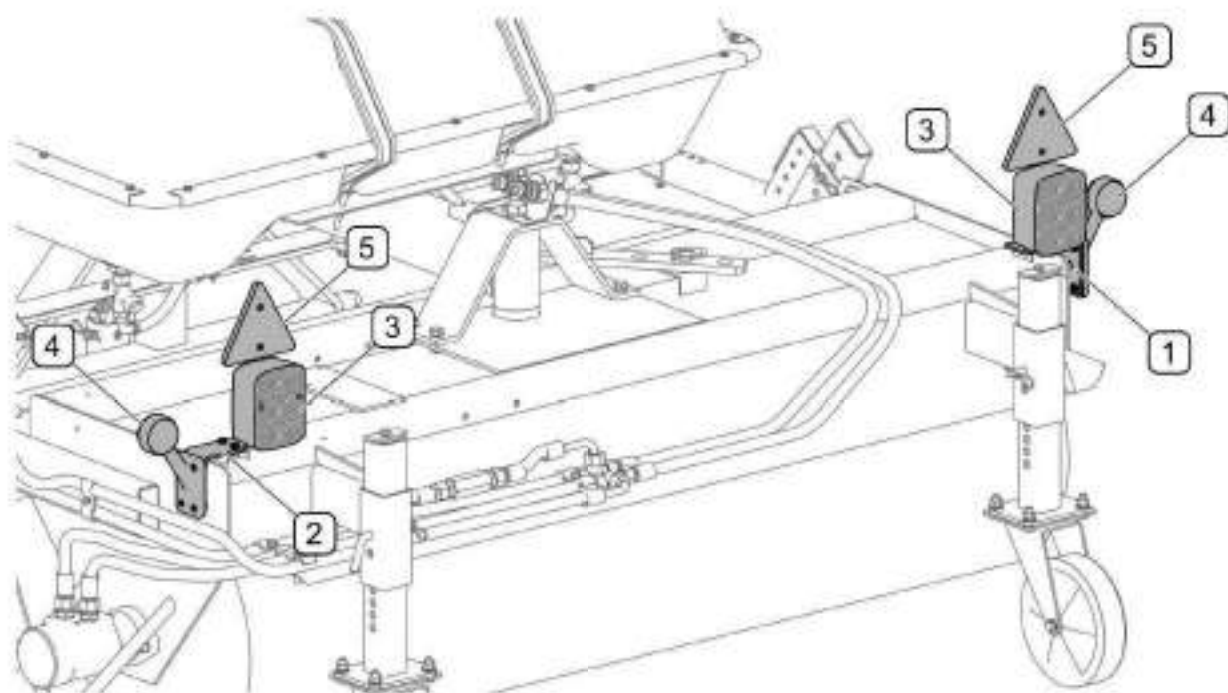

РИСУНОК 4.11А **Дополнительные элементы освещения и световой сигнализации сзади подметально-уборочной машины**
- В случае, если подметально-уборочная машина заслоняет элементы освещения и световой сигнализации трактора, то на ней необходимо установить дополнительное освещение и световую сигнализацию (РИСУНОК 4.11А) сзади машины (опциональное оснащение).